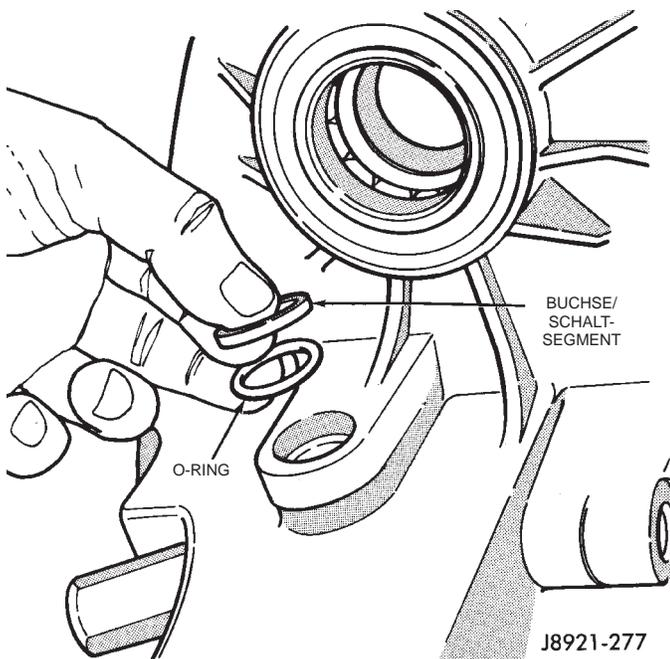

Abb. 60 O-Ring und Buchse für Schaltsegment einbauen
(1) Einen neuen O-Ring und eine neue Buchse für die Welle des Schaltsegments einbauen (Abb. 60).